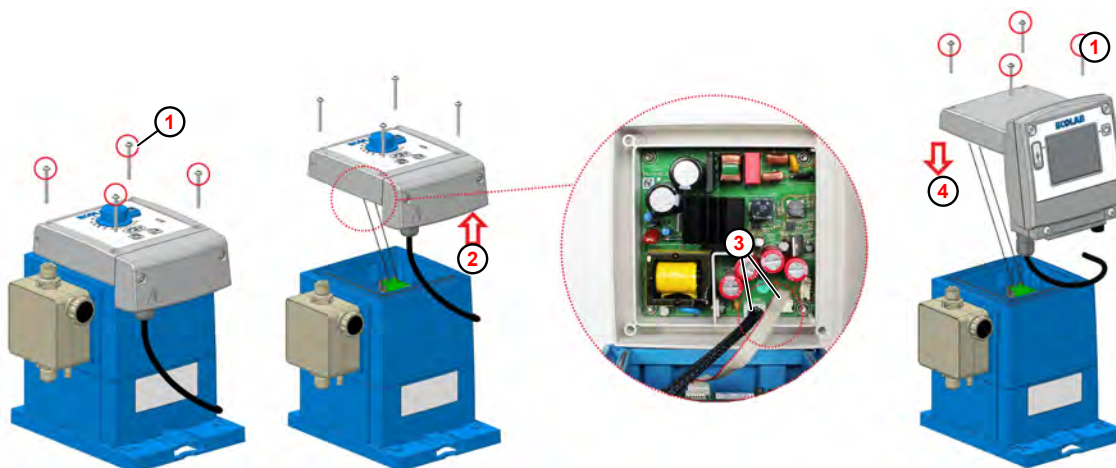

Fig. 37: Passaggio a EcoAdd
1. ➤ Allentare le viti di fissaggio (Fig. 37 , ①) della centralina di comando **EcoPro** con una chiave Torx (TX25).